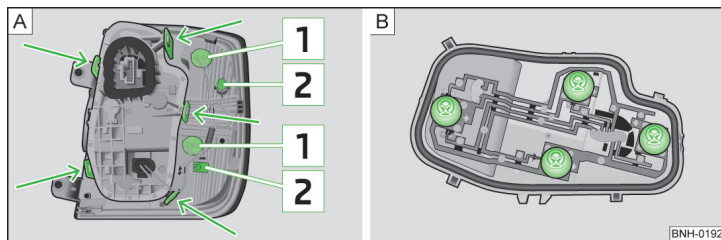

Abb. 158 Äußerer Teil der Leuchte / Innerer Teil der Leuchte
- › Die Rückleuchte vorsichtig in die Karosserie hineindrücken, sodass die Bolzen **2** » Abb. 158 auf Seite 174 an der Leuchte in die Aufnahmen in der Karosserie eingreifen » **!**.
- Die Lampenfassung **1** » Abb. 158 entgegen dem Uhrzeigersinn drehen und aus dem Leuchtengehäuse herausnehmen.
- Den Lampenhalter an den mit Pfeilen gekennzeichneten Verriegelungslaschen entriegeln » Abb. 158 - A und den Lampenhalter aus der Rückleuchte herausnehmen.
- Die jeweilige Glühlampe » Abb. 158 - B bis zum Anschlag entgegen dem Uhrzeigersinn drehen und aus dem Lampenhalter herausnehmen.